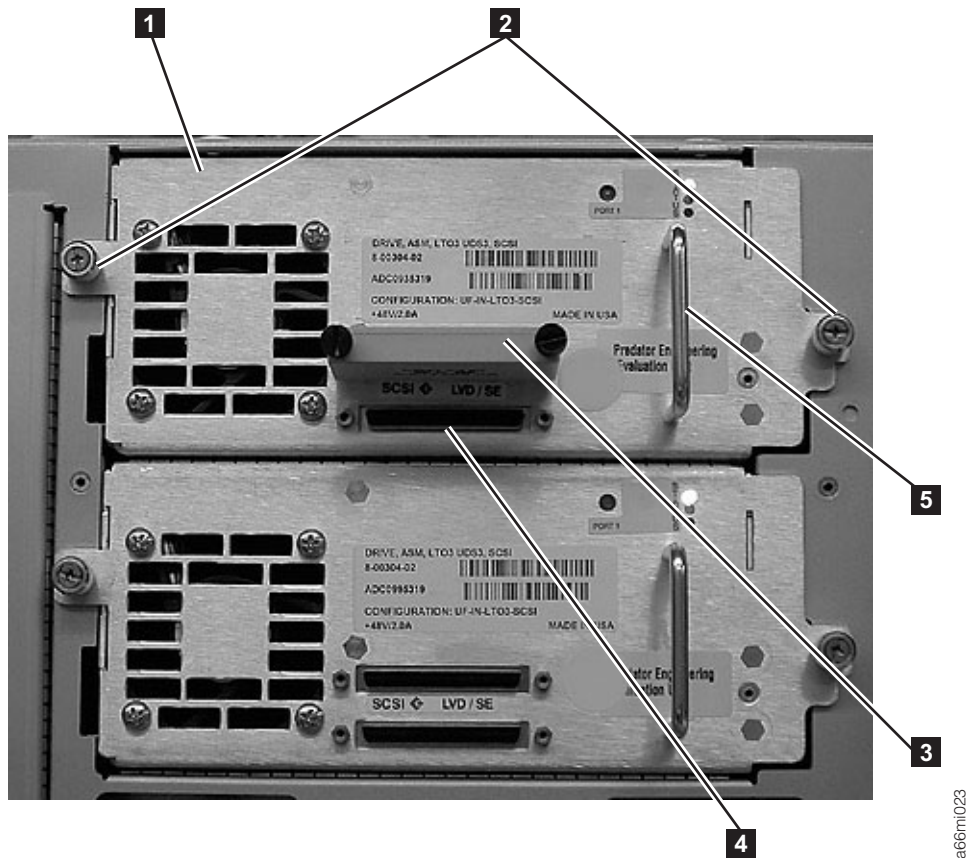

図 3-13. 磁気テープ・ドライブ (詳細)
2. ハンドル (図 3-13 の **5**) をつかみ、ドライブ・スレッドを下から支えながらゆっくりとドライブ・スロット内に滑り込ませます。
3. ドライブ・スレッドを固定している 2 本つまみねじ (図 3-13 の **2**) を時計回りに回して締めます。
- a. SCSI ドライブ・スレッドの場合は、ケーブルとターミネーターのプラグをドライブ・スレッドに接続します。SCSI ケーブル (3-16 ページの図 3-13 の **4** は SCSI コンセントを示す) とターミネーター (3-16 ページの図 3-13 の **3**) を固定するつまみねじを時計回りに回して締めます。